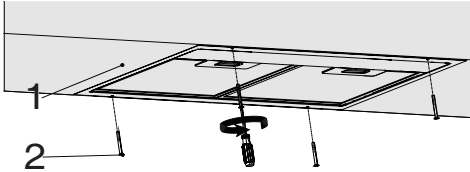

Abb. 5
- Platzieren Sie die Abzugshaube im Küchenschrank und bringen Sie sie in den 4 vorgebohrten Installationslöchern (Abb. 5).